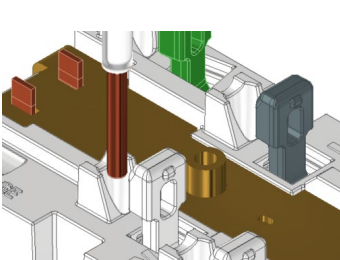

Fig. 7
- 3. Inserte los conductores en las cámaras de cableado correspondientes de acuerdo con la Tabla 1. Consulte la Fig. 7.